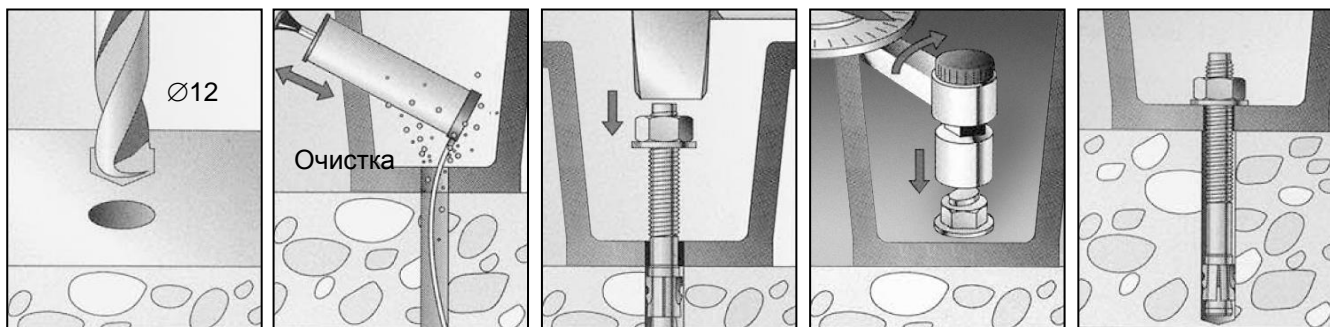

Рис. 8
- Установите ресивер на предназначенное для него место и прикрепите его к полу (рис. 8)